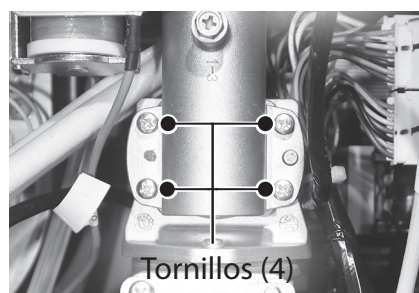

Figura 87 - Retire los tornillos de la válvula de gas
- 13 Ubique y retire los cuatro tornillos que fijan la válvula de gas al múltiple de gas. Deje los tornillos a un lado en un lugar seguro para volver a instalarlos. Consulte la Figura 87.